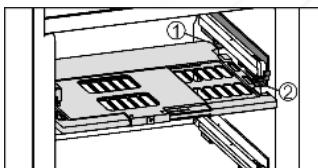

Fig. 8
- ▶ Установка пластины регулировки влажности: попаречные ребра крышки на пластине вставить через низ в задний держатель *Fig. 8 (1)* и защелкнуть спереди на держателе *Fig. 8 (2)*.